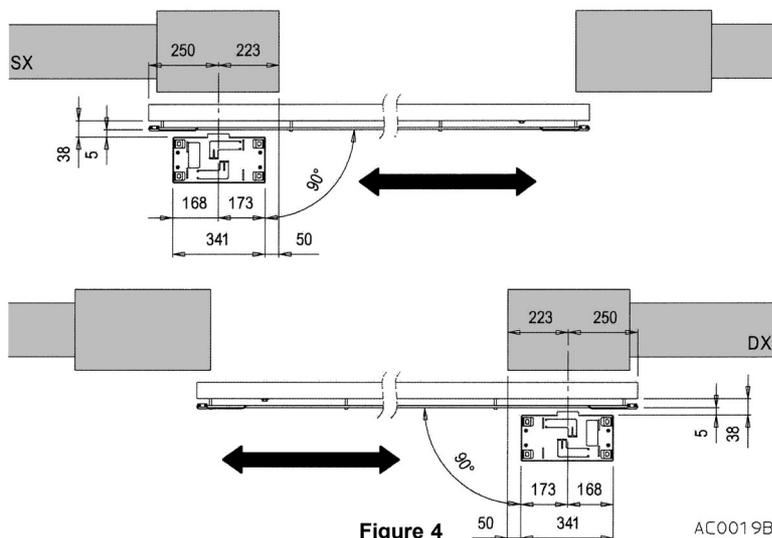
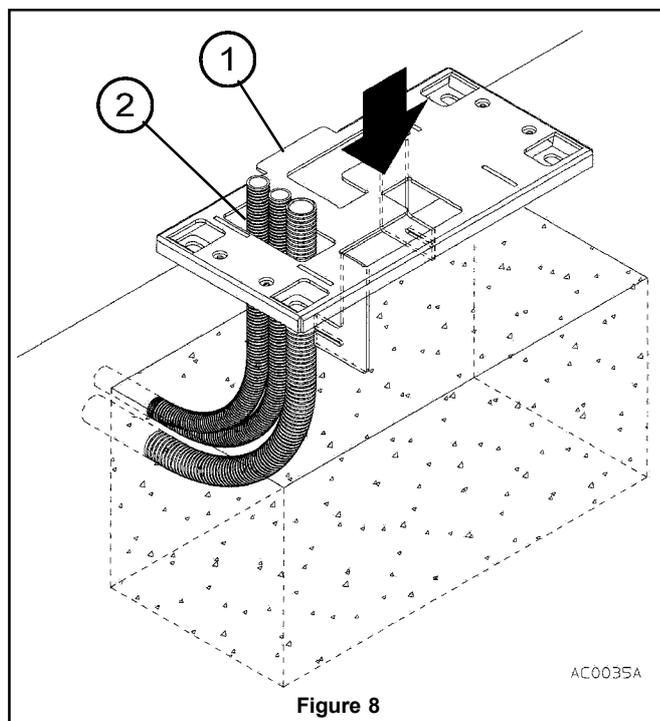

Figure 4
Figure 8
- Respecter les cotes prévues à la fig. 4 pour ce qui concerne la position de la plaque d'ancrage du moto-réducteur.
- Réaliser une excavation suffisamment large pour contenir la base cimentée qui sera adaptée à la plaque d'ancrage du moto-réducteur, en respectant les cotes spécifiées aux fig. 4 et 5.
- Lorsque le béton a été coulé, placer la plaque d'ancrage orientée de façon à ce que la languette (1 fig. 8) soit tournée vers le portail, plonger ensuite les pattes de scellement dans le béton en insérant les tubes des câbles électriques dans le trou (2 fig. 8).
- a1) Placer la plaque d'ancrage sur la base cimentée en respectant les valeurs prévues aux figures 4 et 5 avec la languette (1 fig. 8) tournée vers le portail.
- La plaque d'ancrage doit être scellée à au moins 99 mm au-dessous du profil des dents et à 5 mm du profil externe de la crémaillère sur la base de ce qui est spécifié au niveau des fig. 4 e 5, afin de pouvoir insérer directement le pignon au-dessous de la crémaillère.